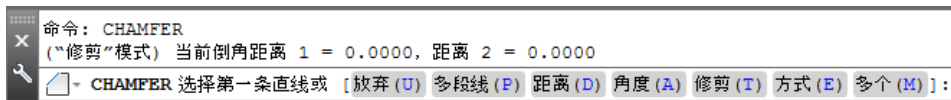

图 6.5.3 命令行提示
注意：图 6.5.3 所示的提示信息的第一行提示用户当前的两个倒角距离值为 0，修剪模式为“不修剪”，第二行是倒角的一些选项。
Step4. 选取倒角边线。在图 6.5.3 第二行信息提示下，单击第一条直线，即第一倒角距离的边线；在选择第二条直线，或按住 Shift 键选择直线以应用角点或 [距离(D)/角度(A)/方法(M)]: 的提示下，单击第二条直线，即第二倒角距离的边线。
(1) 如果不设置倒角距离而直接选取倒角的两条直线，那么系统便按图 6.5.3 提示的当前倒角距离进行倒角（当前倒角距离即上一次设置倒角时指定的距离值）。